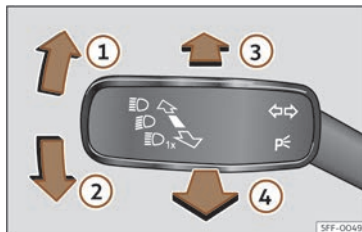

Fig. 100 Panca de intermitentes e de luz de estrada (segundo versións).
- Dende a posición de base, prema cara adiante a panca dos intermitentes e da luz da estrada >>> **fig. 100** ③.
- **OU BEN:** se o asistente de luz de estrada está conectado, tire cara atrás da panca dos intermitentes e de luz de estrada >>> **fig. 100** ④.